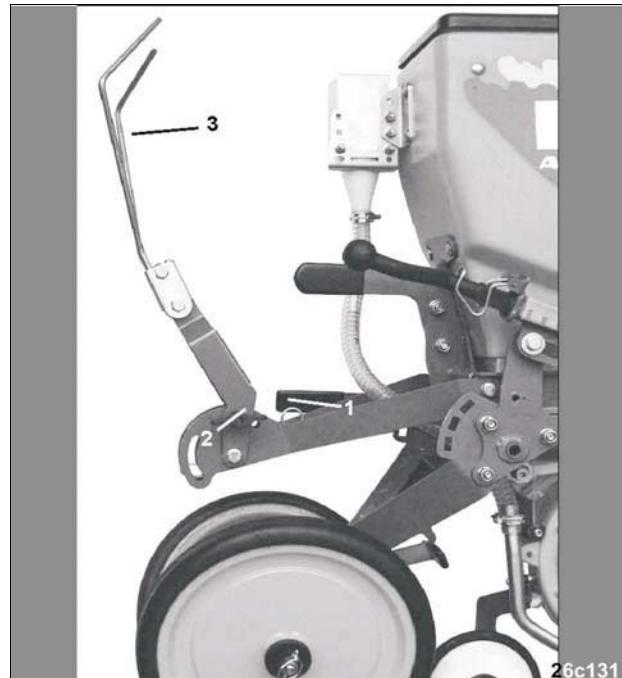

Рис. 136
- Отцепите пружину (Рис. 136/1).
- Снимите откидной шплинт и крепежный палец (Рис. 136/2).
- Загортач (Рис. 136/3) передвиньте вверх и закрепите в этом транспортном положении вставив крепежный палец (Рис. 136/2).